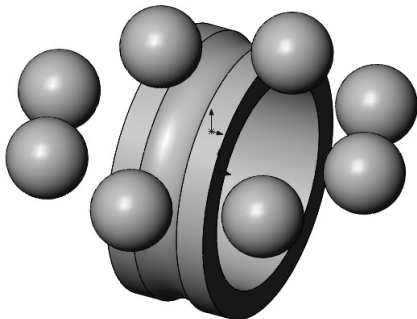

图 7-104 装配体中插入滚动体
- [2] 单击图形区域以放置零部件, 装配体中插入滚动体, 如图 7-104 所示。